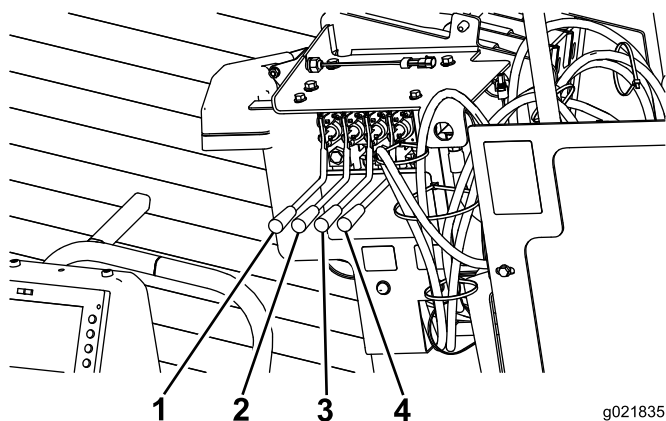

Рисунок 80
11. Нажмите два рычага правых стоек для опускания правых стоек с вращением шнеков до полного погружения в грунт (Рисунок 80).